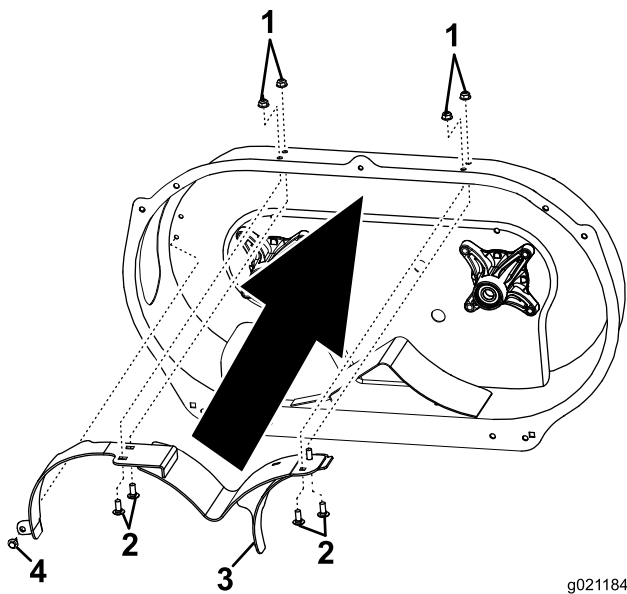

Figura 2
8. Instale el deflector de mulching según lo indicado en Figura 2.